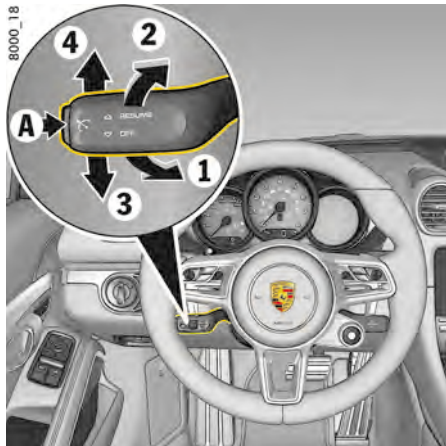

図 53: クルーズコントロールレバー
- ▶ 速度を上げる場合は、ステアリングホイールの操作レバーを前方に押しします(図.53、1)。
- ▶ 速度を落とす場合は、ステアリングホイール側に操作レバーを引きます(図.53、2)。
- ▶ コントロール操作レバーを下に押ししてください(図.53、3)
- ▶ 操作レバーを上を押してください (図 .53、4)。